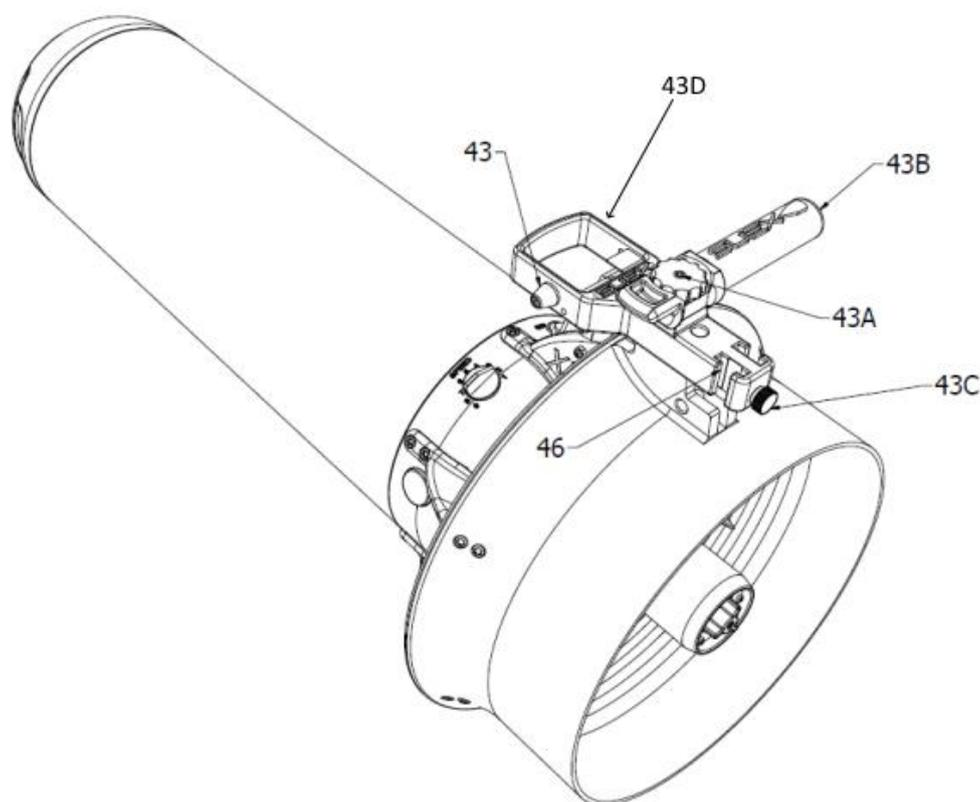

Fig.7
Nel dispositivo di comando (Fig.7) troviamo: il grilletto (43D), un pomolo di fissaggio (43A) e una relativa vite di blocco pomolo, una maniglia (43B), un pomolo di fissaggio accessori (43C), due sedi per accessori (46) e il pomello cruise control (43).
Per quanto riguarda l'utilizzo, l'impugnatura può essere posizionata a destra (come nella Fig.7) o a sinistra.
Il pomello cruise control (43) (fig.7), deve essere utilizzato solo sotto il massimo controllo della situazione da parte del subacqueo. Deve essere possibile in qualunque momento intervenire sul pomello stesso, sul grilletto o sull'interruttore di accensione dello Scooter, al fine di evitare qualsiasi tipo di rischio di collisione o di trascinarsi del subacqueo in zone pericolose.